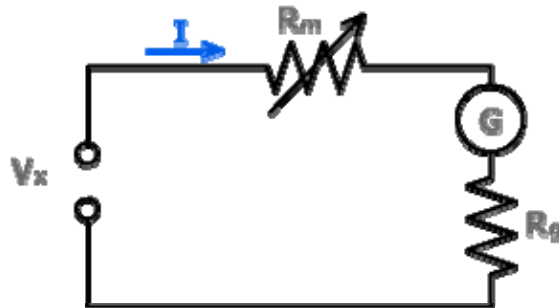

Figura 4.5
- c. Con el montaje del circuito de la figura 4.5 (que es el voltímetro diseñado  $V_d$ ), mida voltajes desde los terminales de la fuente Phywe para varios valores de voltaje dentro de cada rango calculado y además mida y verifíquelo con el voltímetro análogo Leybold, construya una tabla con dichos valores.